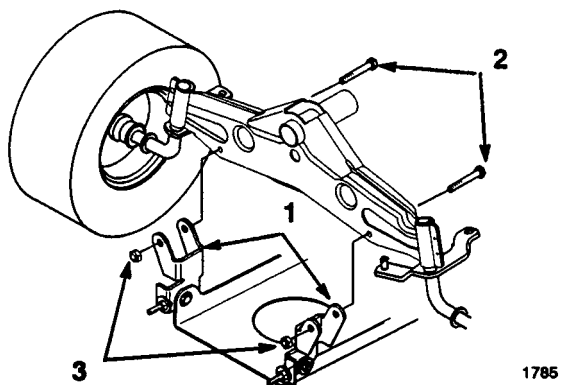

Figure 41
8. Déposer les boulons et les écrous de blocage et retirer les deux supports de pivots de la tondeuse de l'essieu avant (Fig. 41).
9. Enlever les boulons et les contre-écrous, puis déposer les deux supports de montage pivotants de la tondeuse de l'essieu avant (Fig. 41).